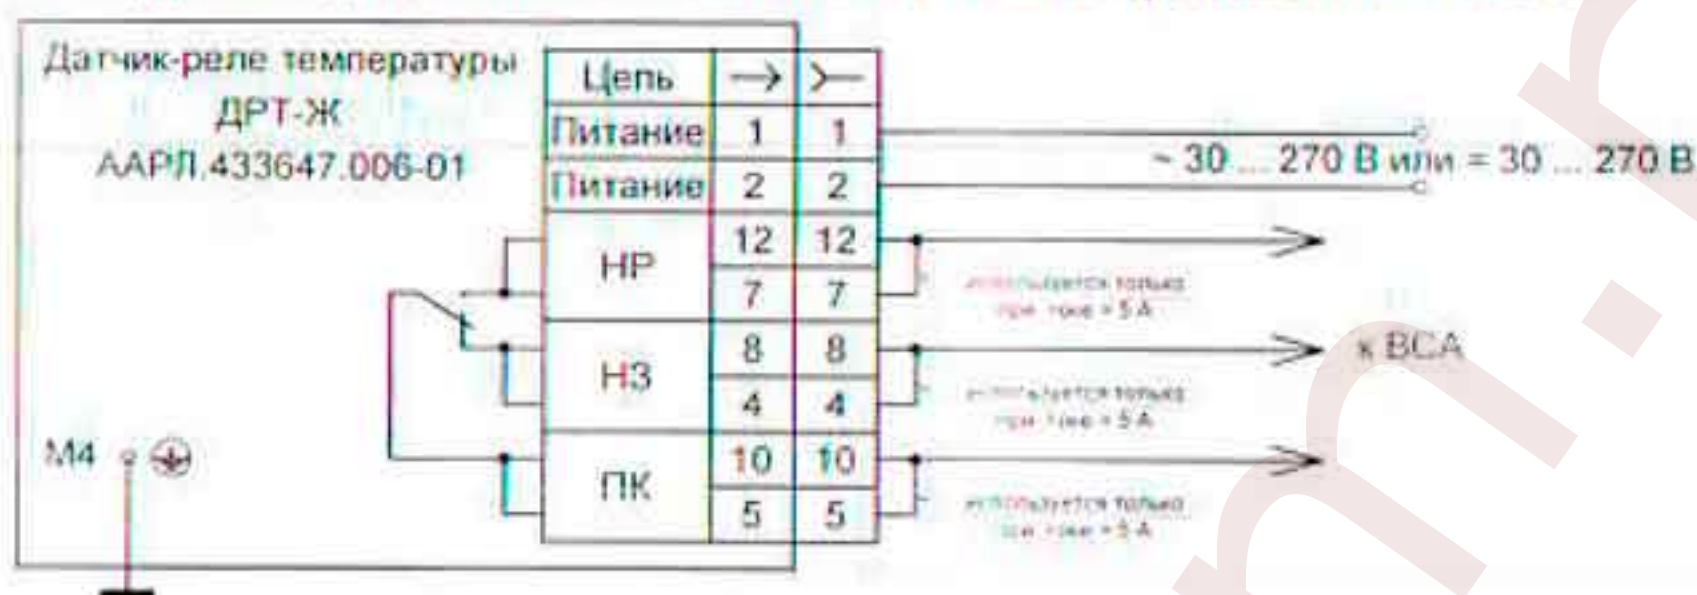

Рисунок 2 - Схема подключения ДРТ-Ж
5.2 Внешние электрические соединения датчика производить гибким медным проводом сечением  $0,5 \text{ мм}^2$  согласно схеме подключения, рисунок 2. В зависимости от внешней системы автоматизации (BCA) в датчике используется нормально разомкнутый (НР) контакт или нормально замкнутый (НЗ)